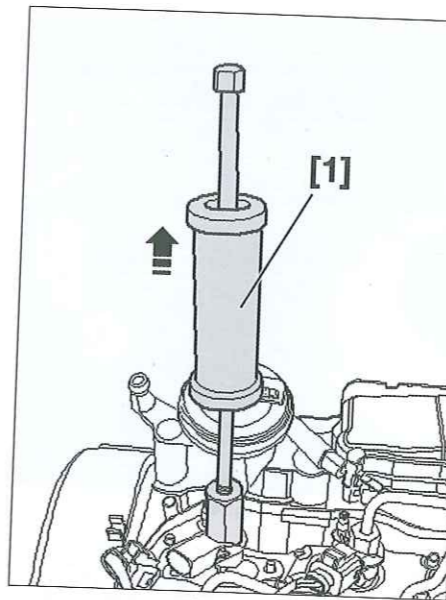

Fig. 38
- Colocar el extractor [1] y su adaptador como se indica y extraer el inyector por arriba aplicando ligeros golpes (Fig.38).